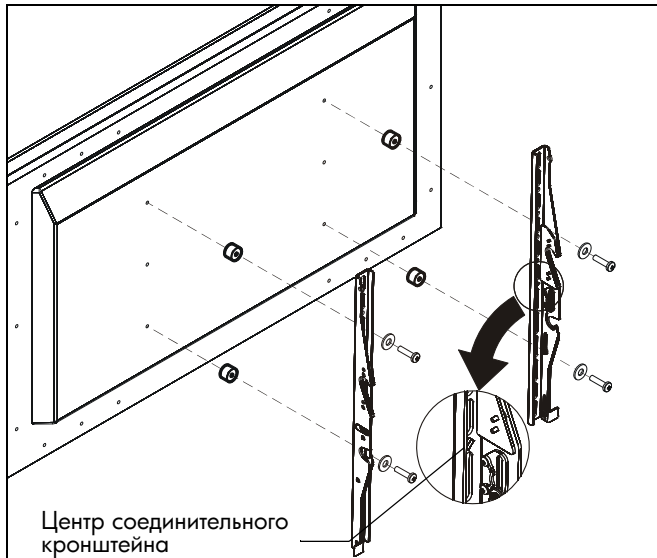

рис. 4
1. Совместите центр соединительного кронштейна со средней линией экрана. (см. рис. 4)
2. Достаньте из пакета с фурнитурой (А-К) винты соответствующего размера, втулки (при необходимости) и шайбы и прикрепите соединительные кронштейны к тыльной стороне экрана. (См. рис. 4)